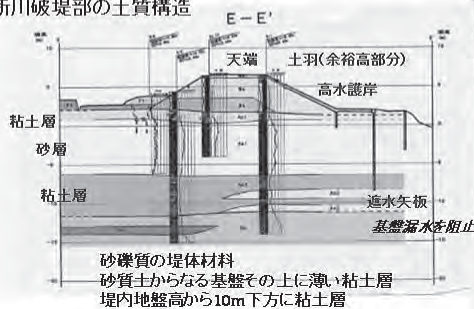

図 12
まとめますと、図12の右上にあるように、庄内川は危ない川なのにもかかわらず、名古屋市はポンプでたくさん庄内川に排水しています。もちろん、堀川や中川運河でも同じでした。一色ではついに水があふれてしまいました。水防活動がなかったら、破堤したかもしれません。ものすごく大きな流量がこちらに流れていって、それに比べると比較的小さな流量ですが、庄内川から300m³/秒が分派したために、①の地点で破堤しました。でも、もともと内水で浸水していて、ポンプでも吐いているというぎりぎりの状況だったのです。